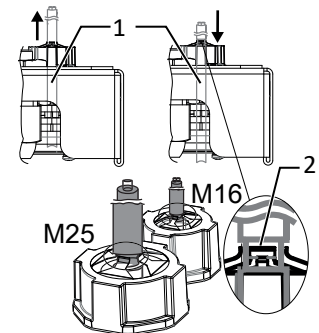

Abb. 41: Schirmauflage an EMV-Verschraubung
1. Leitungen (1) auf Zug-/Druckfreiheit durch vollständiges Öffnen und Schließen der Türe prüfen.
2. Position zur Schirmauflage am Klemmkäfig (2) der EMV-Verschraubungen kennzeichnen.
4. Leitungen auf Schirmstelle zurückziehen bis Schirmung durch Klemmkäfig vollständig erfolgt und ein Verschieben des Anschlusskabel ausgeschlossen ist. [Siehe Abbildung 41 ▶ Seite 34]